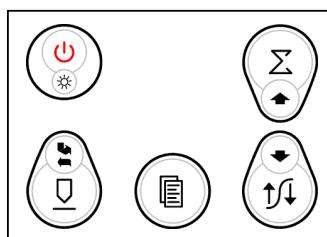

Рисунок 1 – Клавиатура управления ферритометром
- пленочная клавиатура с органами управления (см. рисунок 1).